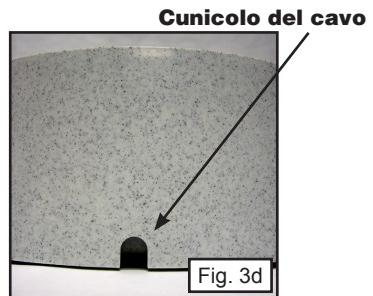

Fig. 3d
- 2) Infilare la spina nell'apertura accanto al motore. Far scorrere il cavo lungo il percorso segnato sotto l'arco, fino a raggiungere l'apposito cunicolo sul retro della fontana (Fig. 3d). Usare questo cunicolo per nascondere il cavo.